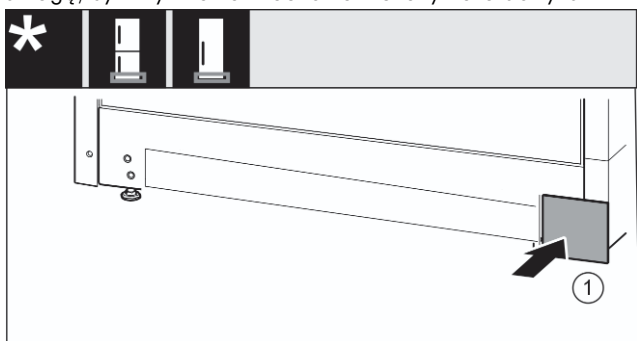

Fig. 17
- Założyć ponownie osłonę Fig. 17 (1) z drugiej strony.